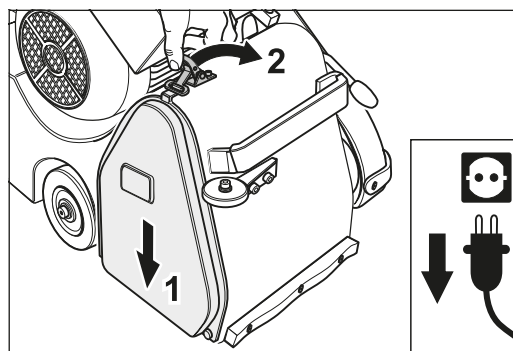

Fig. 15 Après avoir remplacé la bande abrasive, remettez en place la tôle de recouvrement.
- 9 Fermez l'ouverture du boîtier avec la tôle de recouvrement (fig. 15).